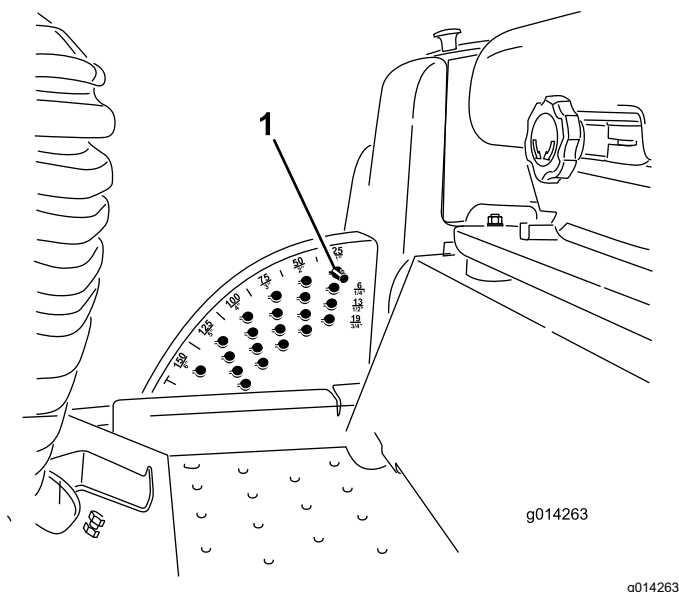

Figure 21
1. Lorsque le moteur tourne, repoussez la commande de levage du tablier de coupe en arrière jusqu'à ce que l'unité de coupe soit complètement levée, puis **relâchez immédiatement** la commande comme montré à la Figure 21.
2. Tournez la goupille de hauteur de coupe jusqu'à ce que la saillie soit en face des fentes dans les trous du support de hauteur de coupe et déposez-la (Figure 21).
3. Placez la goupille dans le trou du support correspondant à la hauteur de coupe voulue et tournez-la pour la verrouiller en place (Figure 21).
Remarque: Il y a 4 rangées de trous (Figure 21). La première rangée donne la hauteur de coupe indiquée au-dessus de la goupille. La deuxième rangée donne la hauteur indiquée plus 6 mm ($\frac{1}{4}$ po). La troisième rangée donne la hauteur indiquée plus 12 mm ($\frac{1}{2}$ po). La dernière rangée donne la hauteur indiquée plus 18 mm ($\frac{3}{4}$ po). Un seul trou, situé dans la deuxième rangée, correspond à la hauteur de 15,8 cm (6 po). Il n'ajoute pas 6 mm (0,25 po) à la hauteur de 15,8 cm (6 po).